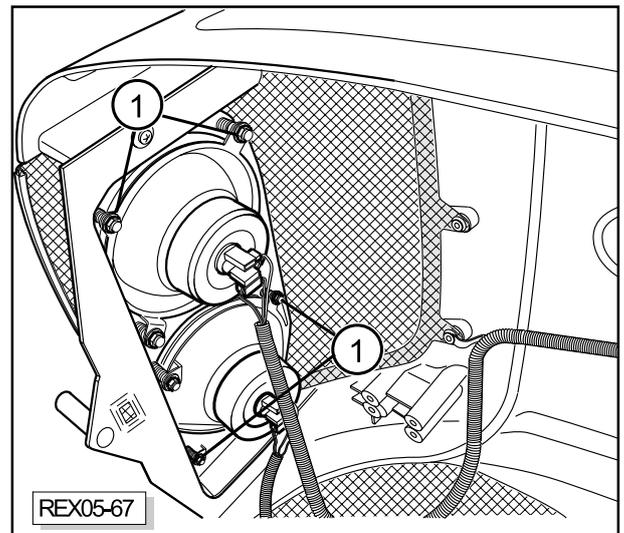

Fig.5-49-Pontos de intervenção para a orientação dos faróis.
- Caso seja necessário efectuar regulações, utilize os parafusos de regulação (Fig.5-49).